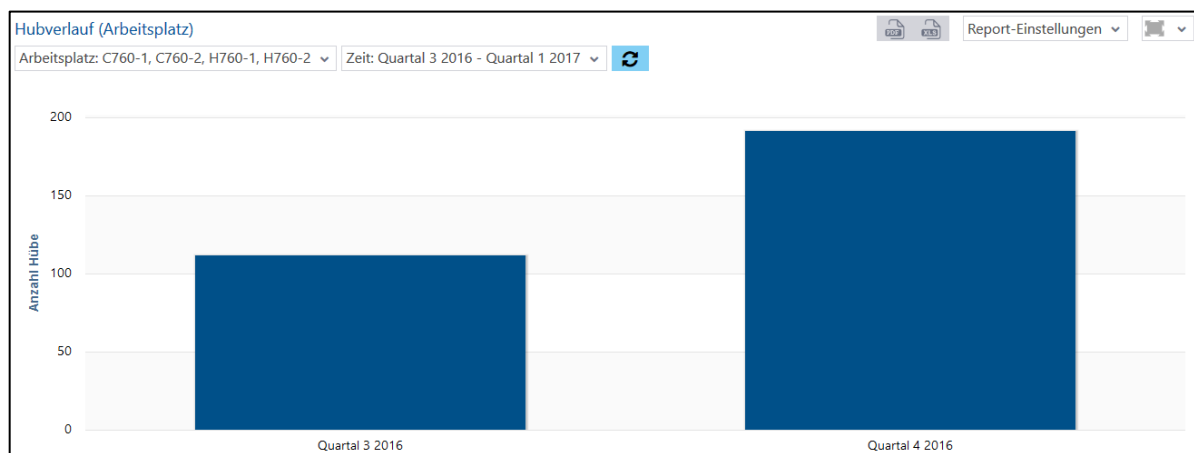

Bild 92: Hubverlauf (Arbeitsplatz) als Säulendiagramm
- Hubverlauf (Arbeitsplatz) als Säulendiagramm (Bild 92):